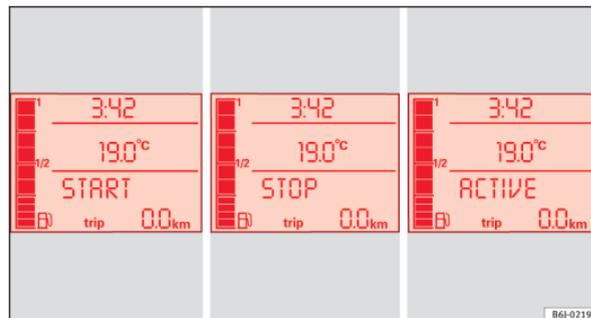

Fig. 101 Indicazione nel display del quadro strumenti durante la modalità Start-Stop. ►
- Sul display del quadro strumenti viene visualizzato un messaggio riguardante lo stato della modalità Start-Stop ⇒ fig. 101.